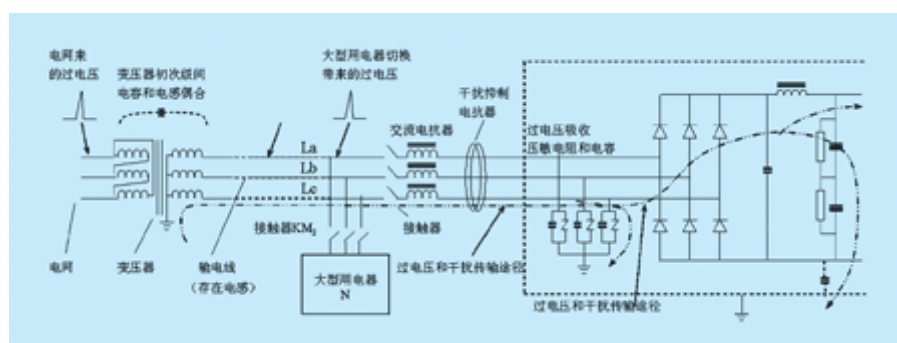

图 6-4 过电压和干扰传输途径及为减弱过电压和干扰所附加的各种措施及元件
(1) 由电网引入的干扰和过电压
- (b) 与变频器同一付边电源线上有大功率的负载切换，特别是功率因数补偿柜之类的容性负载切换，会在电源线上引起过电压，这种过电压的大小与切换电流的大小、突变速率和电网导线电感值有关。例如:如图 6-4 所示的负载 N 经由断路器 KM2 突然断开时，因电网导线电感(La、Lb、Lc)的存在，会在接往变频器的导线上产生过电压或干扰